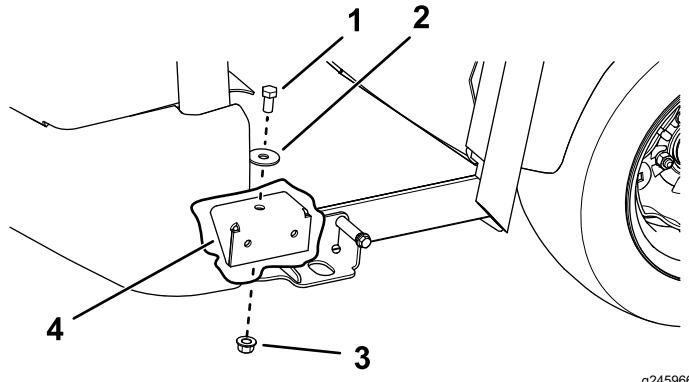

Figura 27
- Instale los soportes de montaje delanteros de la cabina con un perno de cabeza hexagonal (7/16"), una arandela de empuje y una contratuerca (1/2") a cada lado (Figura 27).